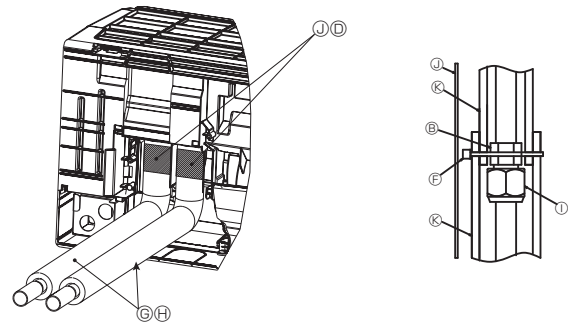

Fig. 3-19
- (7) Cubra la junta con una cubierta de la tubería y asegúrela con una brida ⑤. (Fig. 3-19)